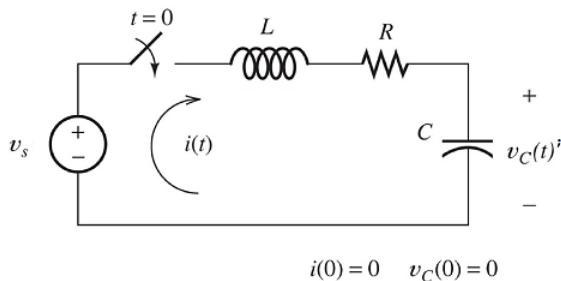

Figura 1 Circuito RLC y condiciones iniciales
El modelo de un sistema dinámico se realiza mediante de Ecuaciones Diferenciales Ordinarias (EDO). En los sistemas dinámicos, las variables que definen su estado dependen del tiempo. En otras palabras, están definidas en el dominio tiempo. Al aplicar la **transformada de Laplace** a una EDO, se obtiene un polinomio definido por una variable compleja s : su parte real representa la tendencia del sistema y su parte imaginaria las oscilaciones. Además, en el plano complejo, la ecuación diferencial se convierte en una ecuación algebraica [1]. La transformada de Laplace solamente puede aplicarse en sistemas lineales y temporalmente invariantes (Linear Time Invariant, LTI). Estos son sistemas donde se cumple la superposición y, además, su comportamiento ante un estímulo no varía con el paso del tiempo. A modo de ejemplo, se plantea el circuito RLC de la Figura 1 con sus condiciones iniciales, la ecuación que lo modela en el dominio temporal (1) y en el dominio complejo (2).
Tarea 6 Obtener la evolución temporal de la intensidad eléctrica del circuito de la Figura 1 para una fuente de tensión de 6 V, una resistencia de 100 mΩ, una inductancia de 1 H y una capacitancia de 100 mF. El interruptor representa una función de entrada escalón. Utilice la fórmula (3) para modelar la función de transferencia.